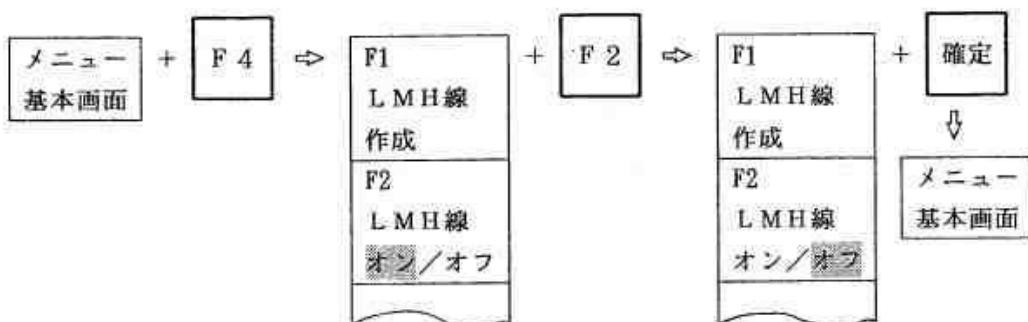

図 9.3.9 L MH 線をオンからオフに変更する方法
(1) ガイダンス表示エリアには【メイン】が表示され、探傷画面上に L MH 線が表示されている場合
① 選択キー【F 4】を1回押すと図 9.3.9の選択メニューが表示されます。このメニューの【F 2】の項を見ると、【オン】の部分にカーソルがあります。
② 次に選択キー【F 2】を1回押すとカーソルは【オフ】に移ります。
③ カーソルが【オフ】に移ったことを確認して、確定キーを1回押します。